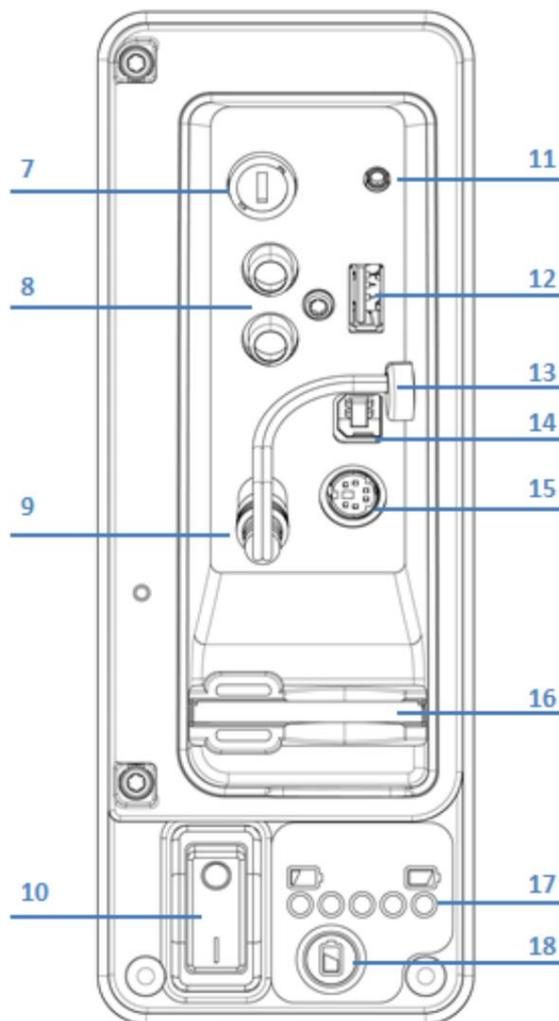

Figure 2.3 Prise E/S du contrôleur
- Assurez-vous que l' **interrupteur Marche/Arrêt** (élément 10 de la Figure 2.3) est réglé sur la position **Arrêt** .
- Connectez l'alimentation électrique (alimentation du véhicule 12-24V DC, adaptateur secteur ou batterie en option) à la prise de courant. (élément 9 de la figure 2.3).
Insérez une carte Compact Flash compatible dans le logement de carte situé à l'intérieur du panneau d'E/S (élément 16 sur la Figure 2.3).
Insérez une clé USB compatible (communément appelée clé USB ou clé USB) dans la prise USB située à l'intérieur du panneau d'E/S (élément 12 sur la Figure 2.3).
Connectez le clavier fourni via le connecteur PS/2 dans le panneau d'E/S (Élément 15 sur la Figure 2.3).